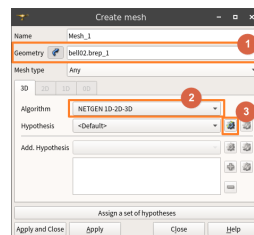

Figure 7: 7
- Figure 7에서 1번에 매쉬를 생성하고자 하는 Geometry를 선택해 준다.